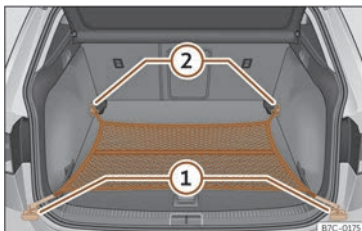

Fig. 112 Al maleter:bossa de xarxa enganxada arran de terra.
- Fixeu els ganxos de la xarxa a les argolles d'amarratge (1) i (2)»» fig. 112 »» . La cremallera de la bossa ha de quedar cap amunt.